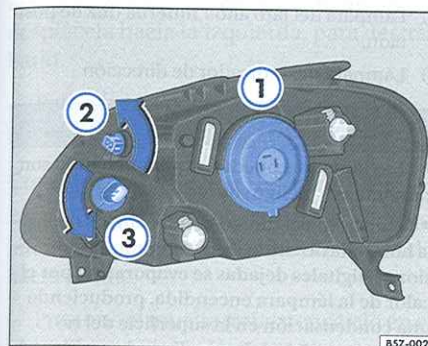

Fig. 149 Vista general de las lámparas
- Gire el portalámpara ⇒ fig. 149 ③, en el sentido de la flecha, y retírelo del alojamiento.